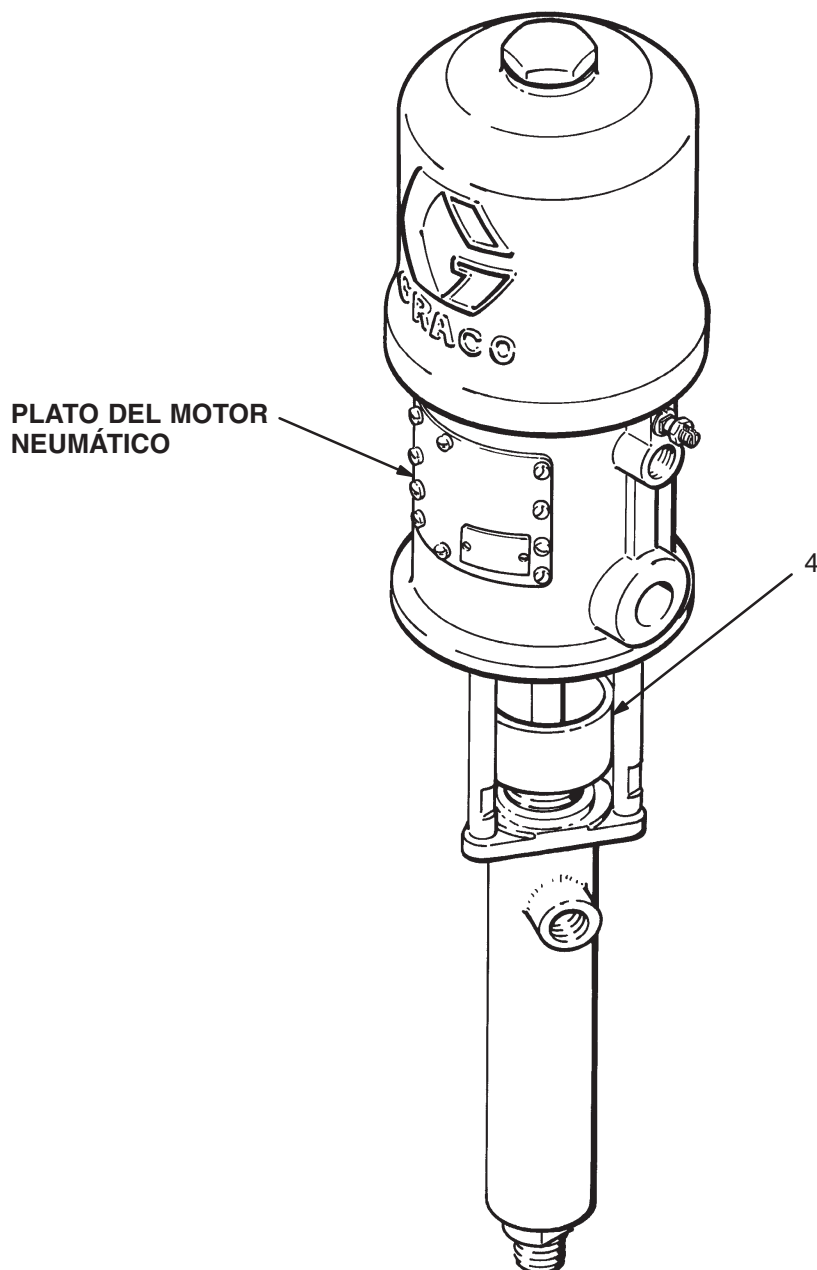

Fig. 2
Las piezas en movimiento pueden dañarle o amputarle los dedos u otras partes del cuerpo. El pistón del motor neumático, (situado detrás de las placas o de protección del motor neumático, P) se mueve cuando se suministra aire al motor. Vea la Fig. 2. Por ello, nunca haga funcionar la bomba con las placas del motor neumático (P) desmontadas.
Mantenga la tuerca prensaestopas/copela húmeda (4) llena de Líquido sellador de empaquetaduras de Graco (TSL) o con un disolvente compatible, para prolongar la vida de las empaquetaduras. Ajuste semanalmente la tuerca prensaestopas de forma que esté suficientemente apretada para evitar las fugas; no apretar en exceso. Vea la Fig. 2. Siga el procedimiento de **descompresión** antes de ajustar la tuerca prensaestopas.